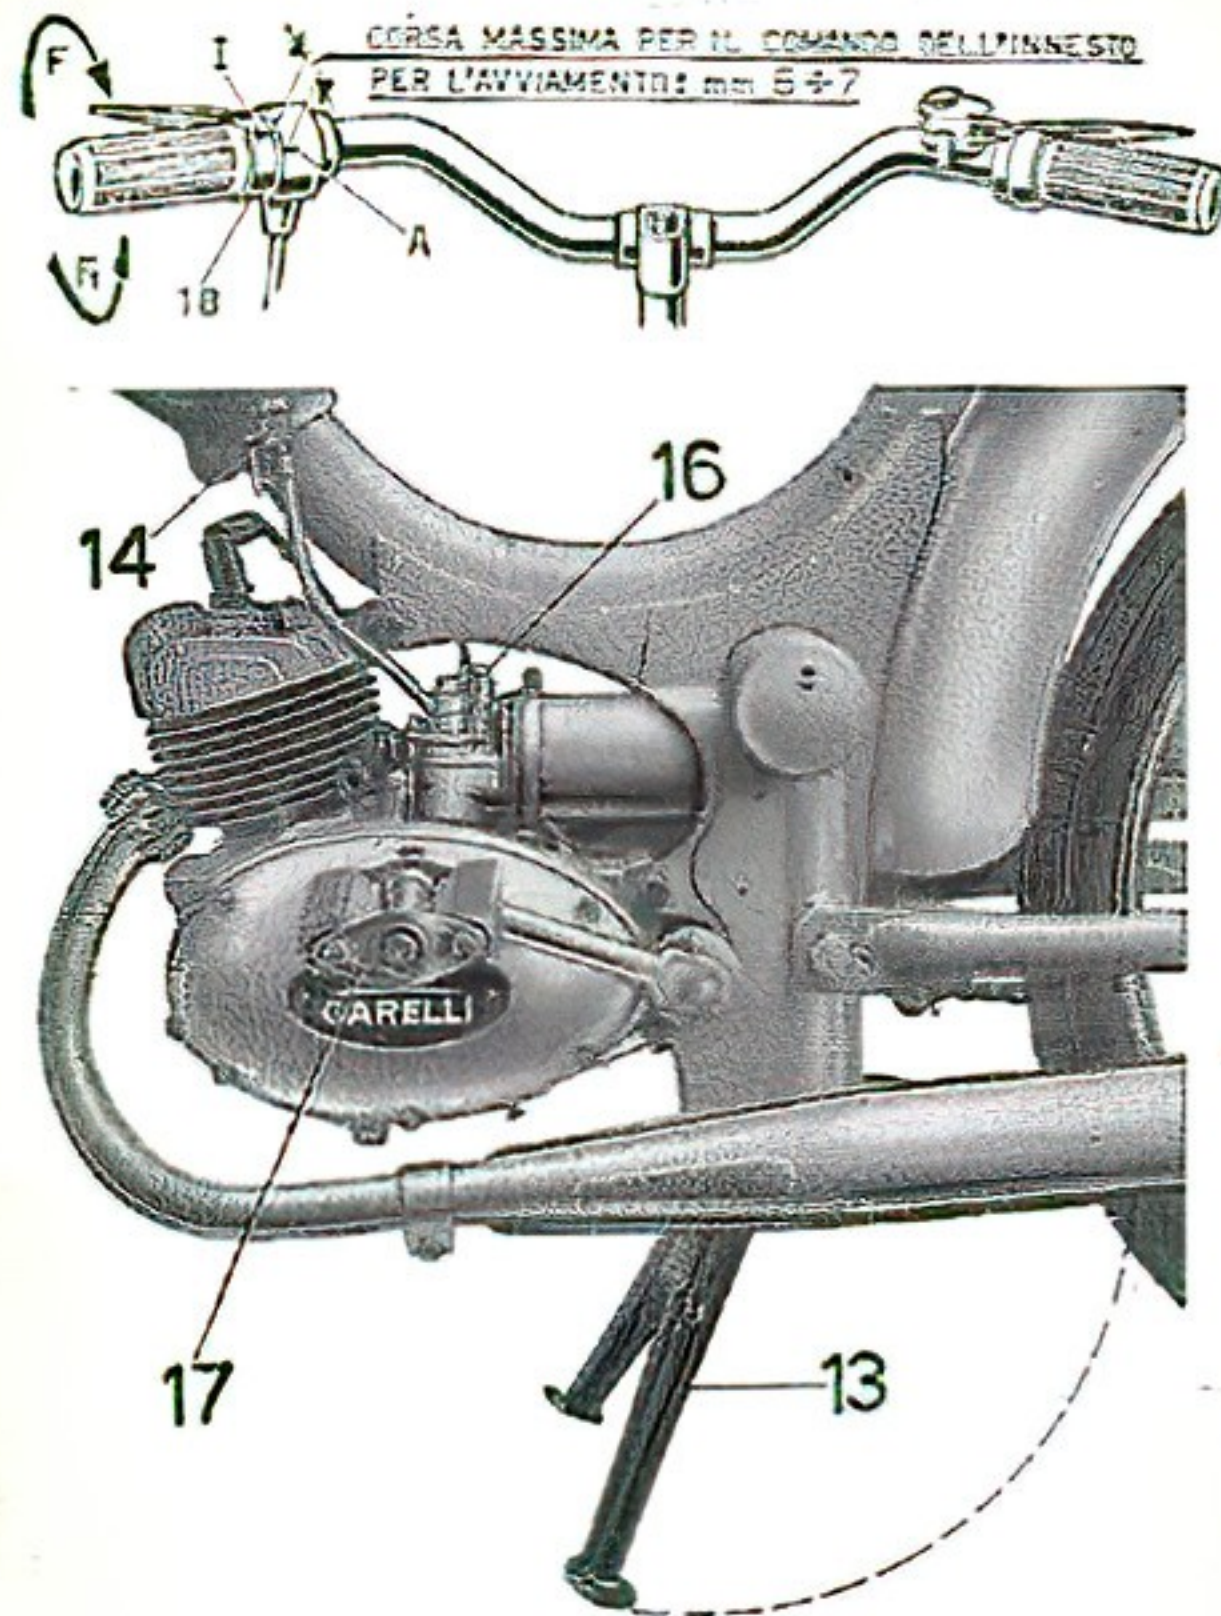

Fig. 6
A.) Messa in moto da fermo (fig. 6)